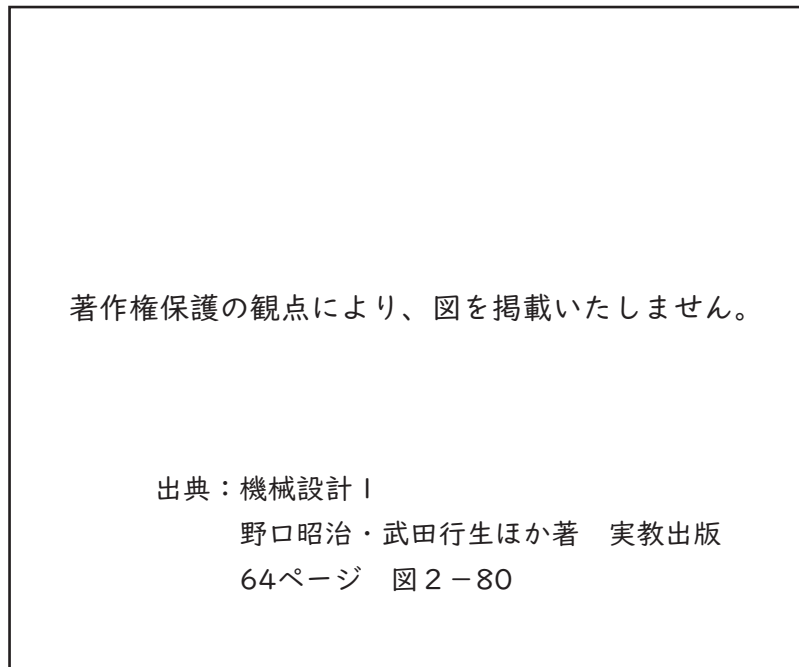

図2
(2) 次の図2に示す衝撃試験において、ハンマを点A（重心）から自由落下させ、最下点Oにある試験片を破断し、その後振りあがった点Bの位置を測って試験片を折るのに要したエネルギーを求める際に、ハンマの質量を10[kg]、点Aの高さを1[m]、点Bの高さを0.3[m]とするとき、試験片を折るのに要したエネルギー[J]の値として、最も適切なものを1～5から一つ選べ。ただし、重力加速度は $9.8[m/s^2]$ とし、摩擦などによる損失はないものとする。